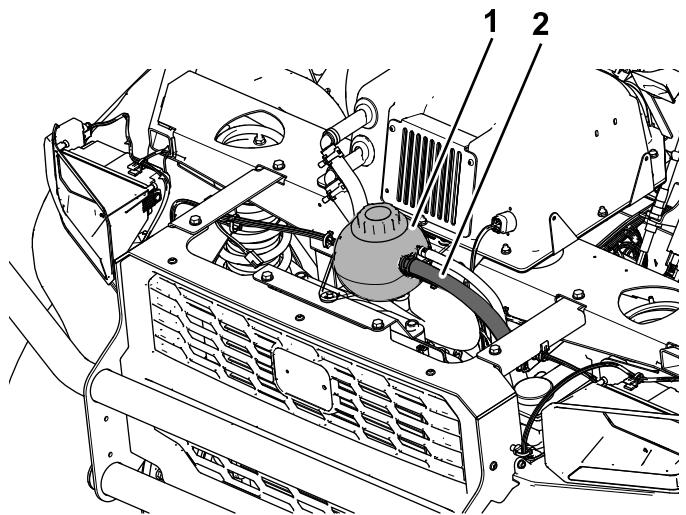

Figure 28
5. Débranchez le tuyau de liquide de refroidissement existant sur le côté du réservoir de liquide de refroidissement (Figure 28) et raccourcissez le tuyau de 23 cm. Conservez le collier de serrage.